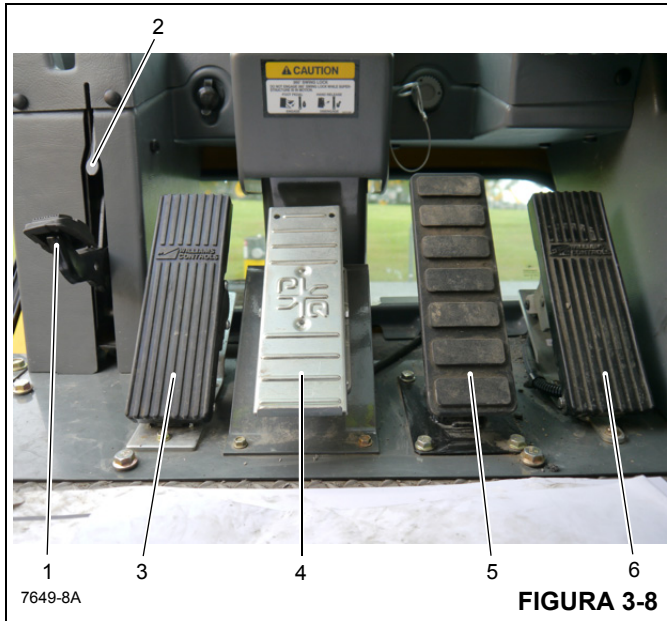

FIGURA 3-8
El pedal del bloqueo de giro en 360° (1) (Figura 3-8) se encuentra en el lado izquierdo del piso de la cabina. El pedal activa el sistema de bloqueo de giro para evitar que la superestructura gire. Para soltar el bloqueo de giro, tire de la palanca de soltado del bloqueo de giro de 360° (2) hacia arriba.
El pedal del freno de giro (3) (Figura 3-8) se encuentra en el lado izquierdo del piso de la cabina. Esto acciona el freno de giro para disminuir la velocidad del movimiento de giro o detenerlo. El frenado aumenta o disminuye proporcionalmente, según la presión aplicada al pedal.
El pedal de control de telescopización (4) (Figura 3-8) se encuentra en la parte central del piso de la cabina. Presione la parte superior del pedal para extender la pluma. Presione la parte inferior del pedal para retraer la pluma.
El pedal de frenos de servicio (5) (Figura 3-8) es el segundo pedal contado desde la derecha en el piso de la cabina. Pise el pedal para controlar la aplicación de los frenos de servicio.
El pedal del acelerador (6) (Figura 3-8) se encuentra en el lado derecho del piso de la cabina. Controla la aceleración del motor, la cual aumenta o disminuye proporcionalmente según la presión aplicada al pedal. El pedal está conectado por medios eléctricos al módulo de control de la superestructura, el cual envía una señal a la unidad de control del motor por vía del enlace de datos J1939.